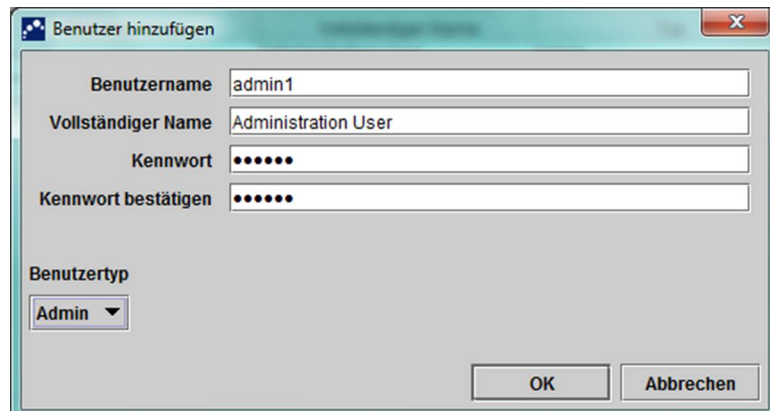

Abbildung 2-72. Dialogfeld „Benutzer hinzufügen“
3. Klicken Sie auf Hinzufügen. Daraufhin wird das Dialogfeld „Benutzer hinzufügen“ angezeigt. Siehe Abbildung 2-72.